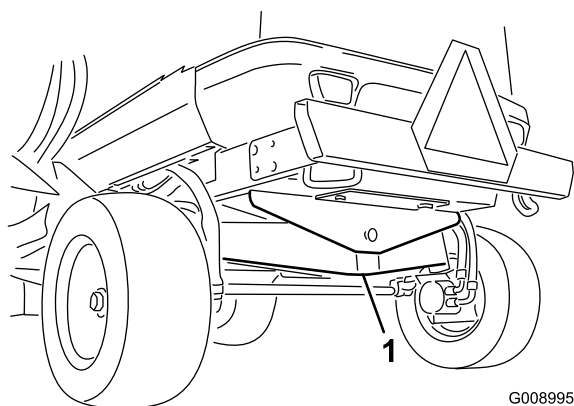

Figure 39
1. Point de levage avant (2)
- Au centre du pont arrière à l'arrière de la machine (Figure 39).